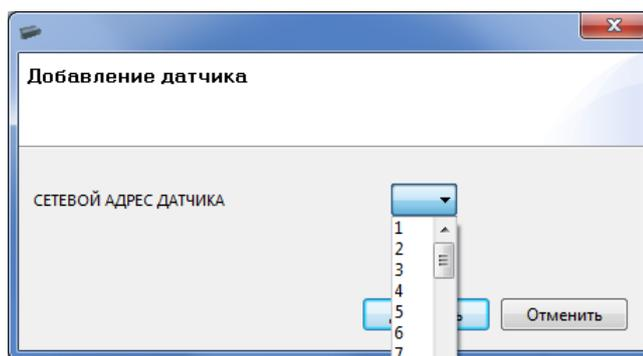

Рисунок 28
- 6) Добавить шаблон тарифовочной таблицы для второго датчика уровня топлива LLS, нажав кнопку «Добавить датчик». Откроется окно (Рисунок 28), в котором выберете сетевой адрес подключенного датчика уровня топлива LLS.